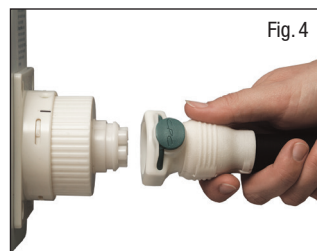

Fig. 4
3. Anslut dynans luftslang till adaptern genom att matcha markörerna (Fig. 4). Säkerställ att detta anslutits korrekt, då en läcka kan uppstå i annat fall.